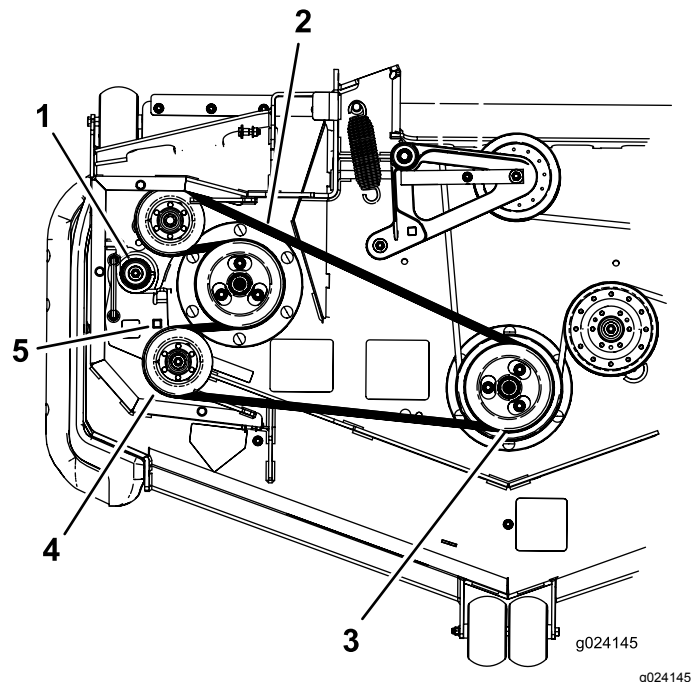

Figura 93
9. Inserite un cricchetto nel foro quadrato del braccio di rinvio per allentare la molla del tenditore (Figura 93).
10. Togliete la cinghia dalla puleggia del piatto di taglio (Figura 93).
11. Rimuovete la cinghia dalle pulegge restanti (Figura 93).
13. Utilizzando un cricchetto nel foro quadrato, allentate la molla e accompagnate la cinghia nuova attorno alla puleggia tendicinghia (Figura 93).